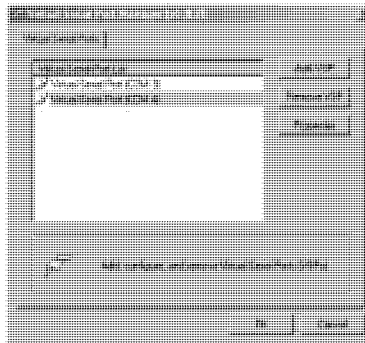

Рис. 10. Окно программы *Virtual Serial Port Manager* с двумя виртуальными последовательными портами (COM3 и COM4)
- Для каждого локального порта **VS-161HDMI** можно создать свой виртуальный последовательный порт (рис. 10).